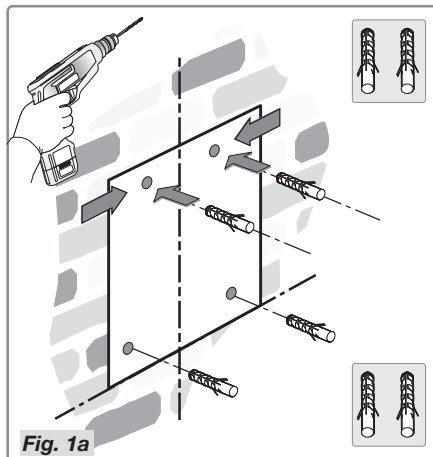

Fig. 1a
- Posizionare la mascherina sulla parete e assicurare che la base della mascherina corrisponda alla linea precedentemente tracciata sulla parete. Contrassegnare la posizione dei fori e procedere alla foratura (Fig. 1a).